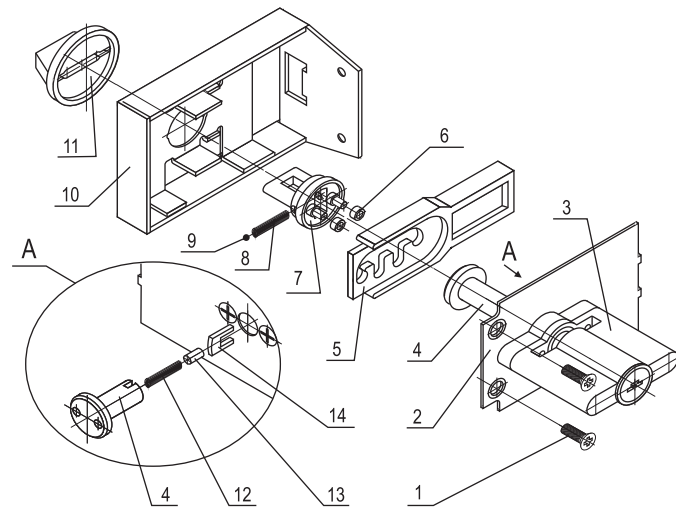

Рис.2
ТЕХНИЧЕСКОЕ ОБСЛУЖИВАНИЕ (см. рис. 2)
1. Разборка замка (см. рис. 2).
2. Сборку производить в обратном порядке, располагая детали, в соответствии с рис. 2.